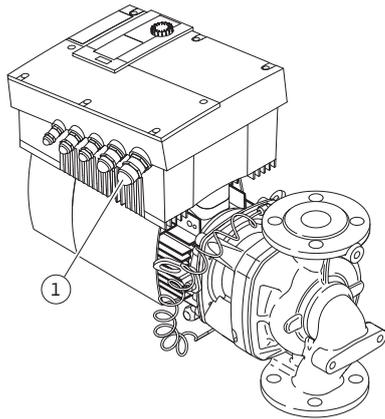

Fig. 28: Kabelforskruning M25
- Nettilslutningsledningen skal føres gennem kabelforskruning M25 (fig. 28, pos. 1).